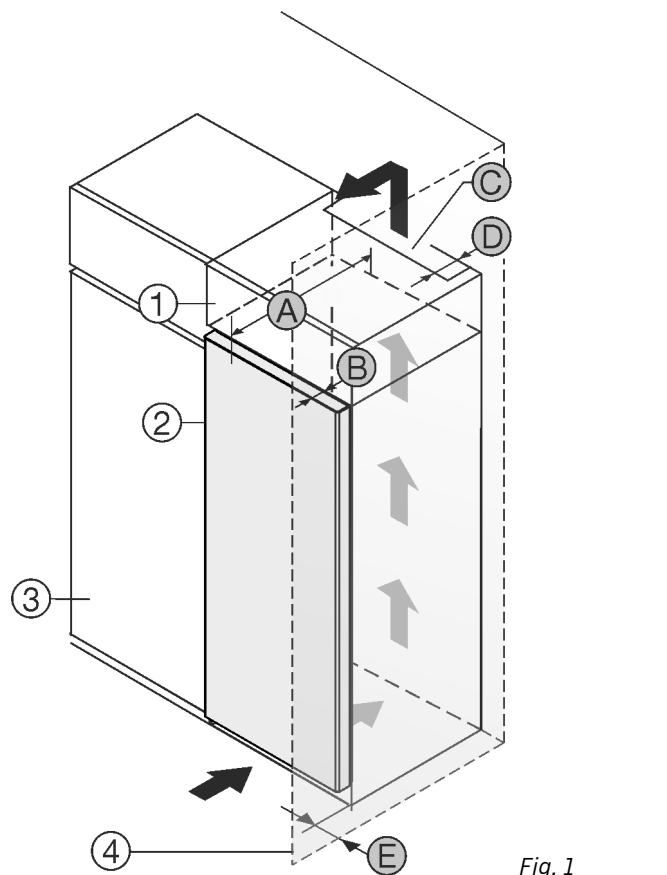

Fig. 1
Пристрій встановити безпосередньо поряд із кухонною шафою Fig. 1 (3).\*
Зі зворотного боку шафи для встановлення на пристрій слід передбачити вентиляційну шафу завглибшки Fig. 1 (D) на всю ширину цієї шафи.\*
Слід дотримуватись вентиляційного отвору Fig. 1 (C) в стелі приміщення.\*
Якщо пристрій із шарнірами встановлюється поряд зі стінкою Fig. 1 (4), відстань між пристроєм та стінкою повинна бути не менше 13 мм. \*
Якщо пристрій із шарнірами встановлюється поряд зі стінкою Fig. 1 (4), відстань між пристроєм та стінкою повинна бути не менше 20 мм. \*
Якщо пристрій із шарнірами встановлюється поряд зі стінкою Fig. 1 (4), відстань між пристроєм та стінкою повинна бути не менше 57 мм. Це відповідає необхідній відстані для ручки після відкриття дверцят.\*
Щоб мати можливість повністю відкривати дверцята, потрібно, щоб пристрій стояв на відстані глибина дверей Fig. 1 (B) відносно передньої панелі кухонної шафи. Залежно від глибини кухонних шаф Fig. 1 (3) та використання пристінних розпірок пристрій може ще більше видаватися вперед.\*